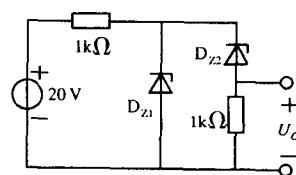

图 1.10 题1.1电路图
3. 在如图1.10所示电路中， D_{Z1} 和 D_{Z2} 为稳压二极管，其稳定工作电压分别为 6V 和 7V ，且具有理想的特性。由此可知，输出电压 U_o 为 7V。若将 D_{Z1} 反接，输出电压 U_o